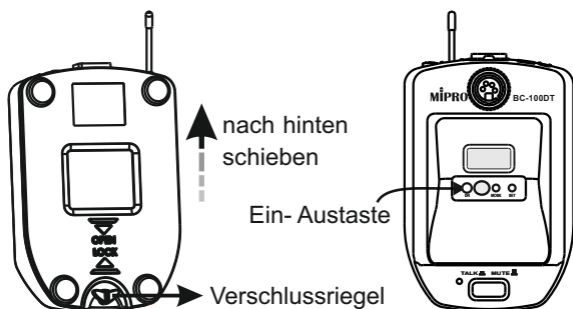

Bild 4
3. Setzen Sie die Bodenplatte wieder ein und schieben Sie diese nach hinten. Drehen Sie den Verschlussriegel wieder um 180°. Drücken Sie die Ein- Austaste (6) für 2 Sekunden um die Sprechstelle einzuschalten. Wenn das Display leuchtet, wurde der Akku richtig eingelegt und ist geladen, Bild 4.